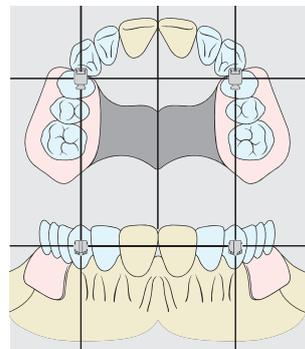
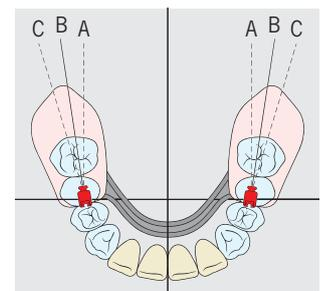
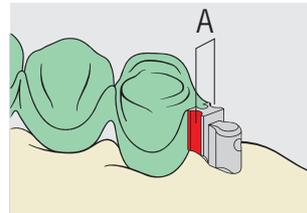

Fig. 1
Fig. 2
Fig. 3
**Important :** Afin d'assurer les mouvements de charnière de la prothèse amovible, les parties mâles V doivent être disposées afin d'avoir un parallélisme tridimensionnel (vertical, sagittal et horizontal). Parallèle au plan médian (Fig. 1) pour le maxillaire supérieur, et pour la mandibule, parallèle à la bissectrice **B** de l'angle formé par la crête **C** et le plan médian **A** (Fig. 2). Les rainures de guidage **A** ne doivent présenter aucune trace de cire (Fig. 3). Couler puis laisser refroidir l'objet jusqu'à la température ambiante (propriétés mécaniques optimales).